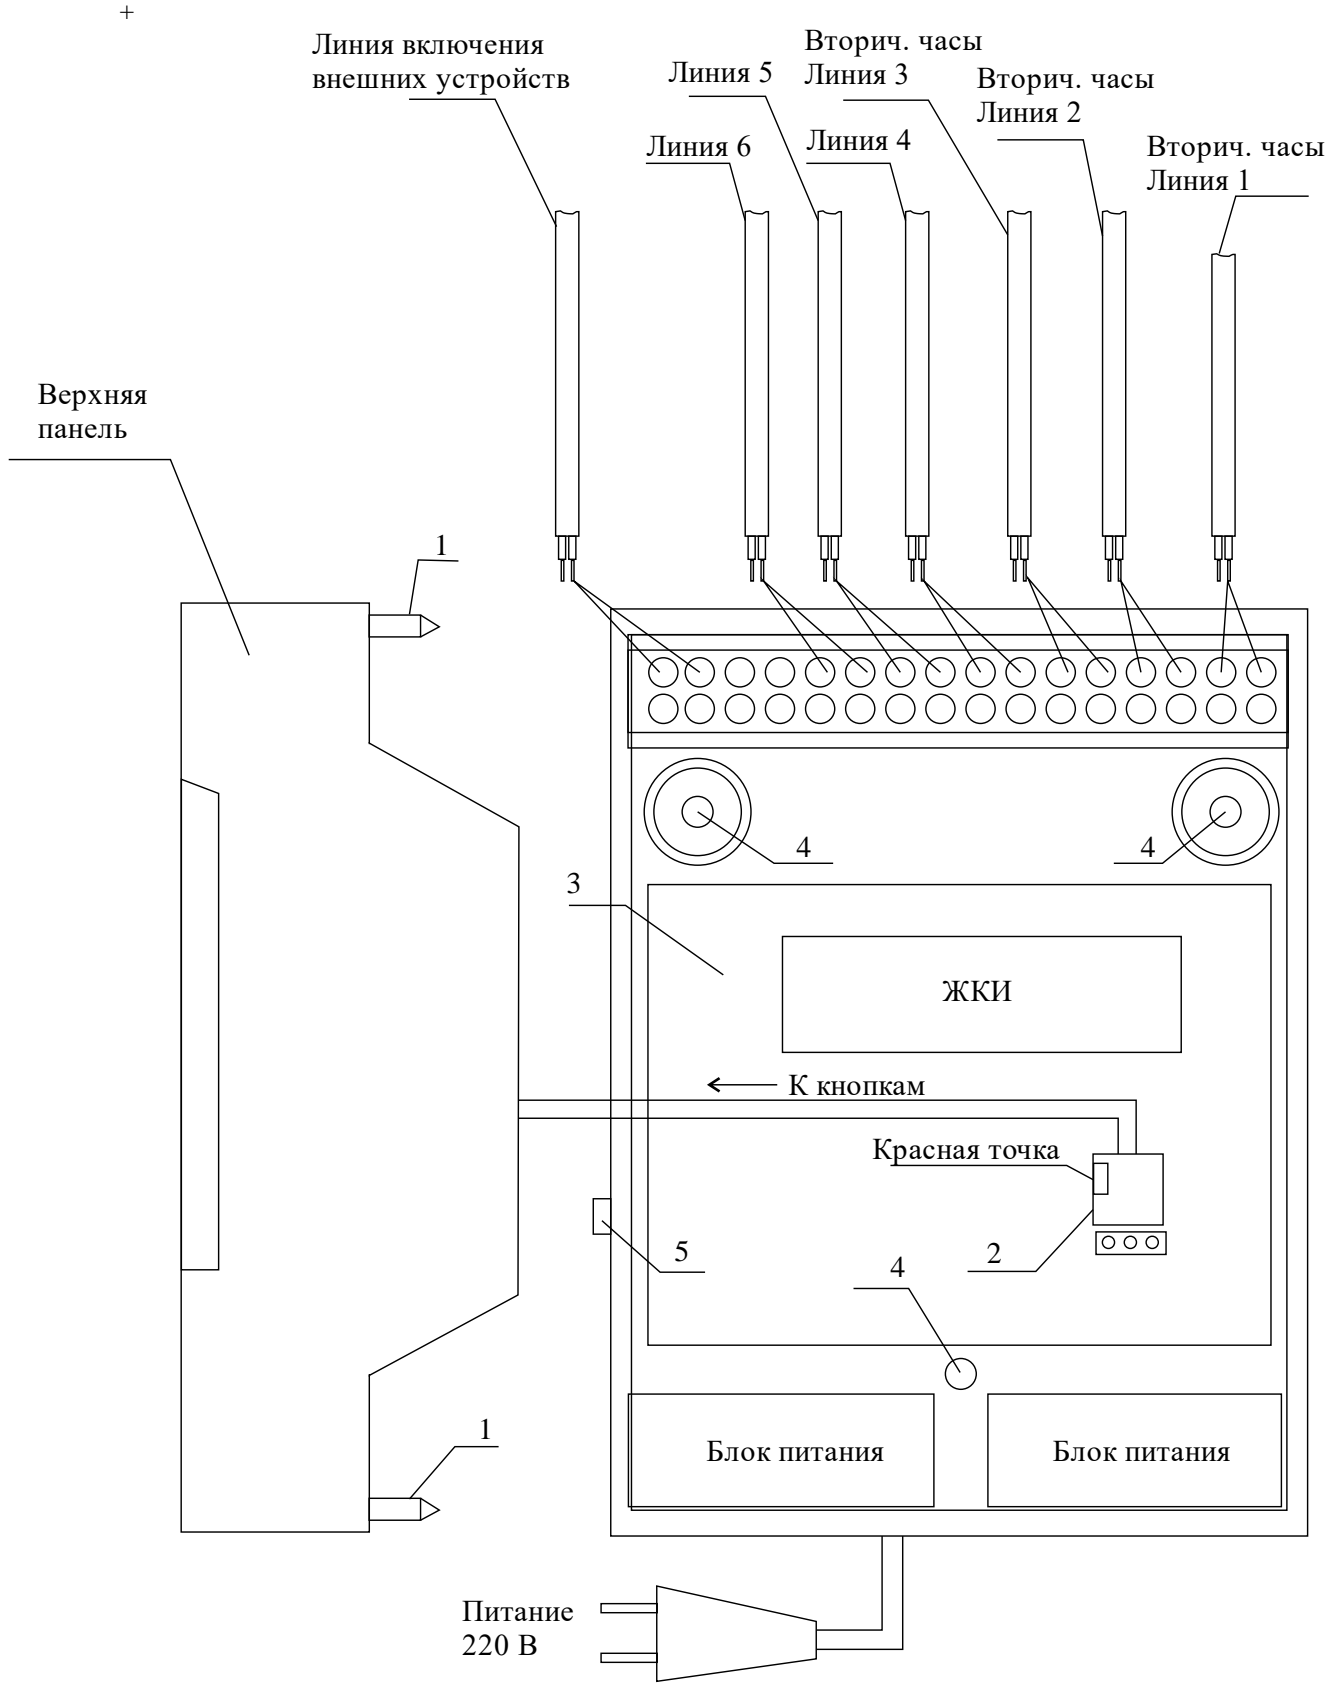
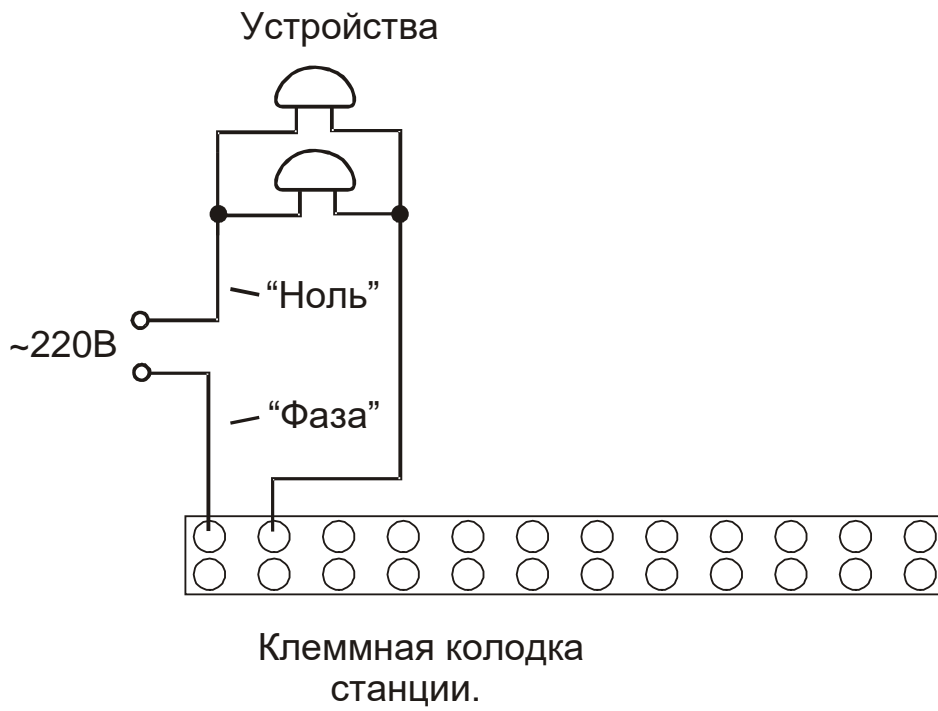

Рис. 1
Рис. 1-1
Все внешние устройства по входам электропитания подсоединяются по схеме рис. 1-1. При этом для питания устройств должно использоваться внешнее электропитание 220 В, независимое от электропитания часовой станции.
4.1 Выверните четыре винта 1, расположенных на верхней панели ЧС (см. Рис.1). Осторожно снимите верхнюю панель и отсоедините разъем 2, соединяющий кнопки с печатной платой 3.
4.4 Подсоедините линии вторичных часов в соответствии со схемой рис.1. Подсоедините линию включения внешних устройств в соответствии со схемой рис.1 и со схемой рис.1-1.